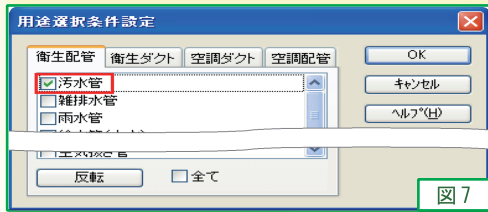

図7
2. 単一の用途のみを選択したい場合は「用途選択」 をクリックし、[用途選択条件設定] ダイアログを表示します (図7)。